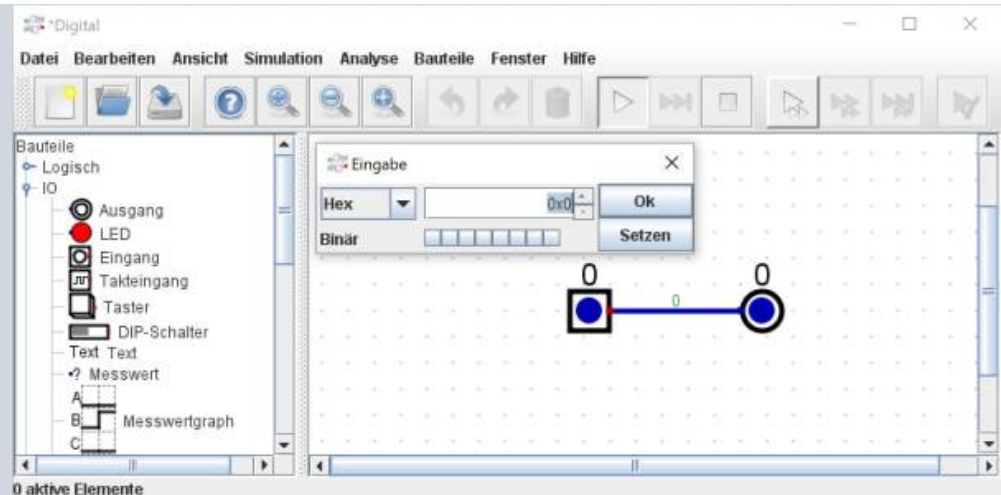

Fig. 3: Schaltung mit 8 Bit Bus
5. Wird nun die Schaltung gestartet, erscheint eine 0 über Eingang, Leitung und Ausgang (siehe figure 3).
6. Ein (Links)Klick auf den Eingang ändert nun nicht mehr direkt den Wert, sondern öffnet ein Eingabefenster. In diesem können Zahlen als Dezimalwert (10), als Binärwert (0b10), als Hexadezimalwert (0x10) oder als Oktalwert (010) eingegeben werden. Mit Druck auf Zeilenumbruch (<↵>) wird der Wert übernommen und das Eingabefenster geschlossen. Mit Klick auf Umschalt + Zeilenumbruch (<⇧><↵>) wird nur der Wert übernommen. Die Cursorstasten hoch/herunter ermöglichen ein Hoch-/Herunterzählen des angezeigten Wertes.